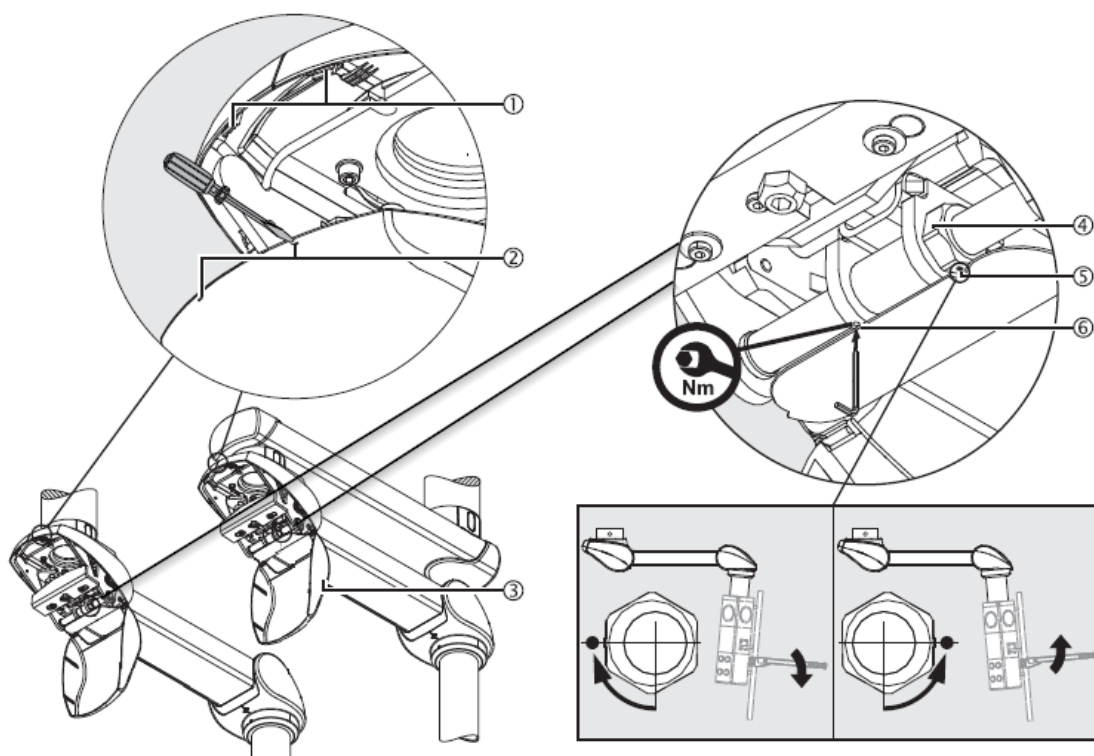

Fig.67 Correction de l'alignement vertical de la tête de service ou du support du moniteur CEMOR
- Desserrez la vis de fixation M4 (6) - DIN 914.
- Placez la clé sur le boulon hexagonal (4).
- La vis indicatrice (5) est orientée vers le bas (ne pas desserrer cette vis).
- Pour abaisser le plateau dans l'exemple de la figure 67, tournez le boulon hexagonal (4) de manière à ce que la vis indicatrice (5) soit orientée vers l'avant (vers vous).
- Pour soulever le plateau dans l'exemple de la figure 67, tournez le boulon hexagonal (4) de manière à ce que la vis indicatrice (5) pointe vers l'arrière (loin de vous).
- Serrez la vis sans tête M4 (6) - DIN 914.